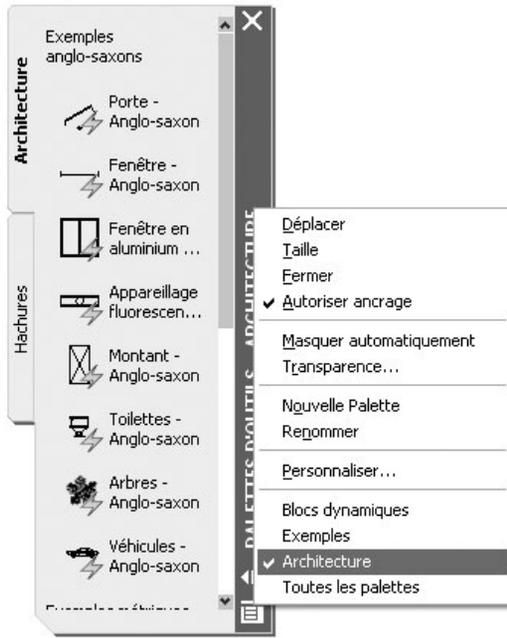

Fig.1.36
- 2 Cliquez sur le nom du groupe de palettes d'outils à afficher (fig.1.36).